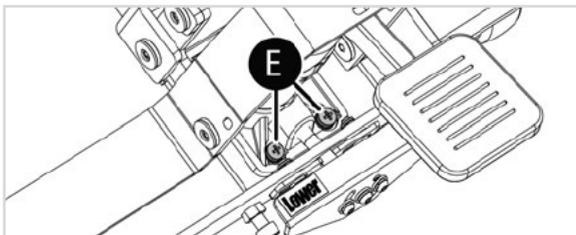

Abb. 9
Entfernen Sie die drei Schrauben der Abdeckung der Hebevorrichtung und die beiden in Abb. 9 gezeigten Montageschrauben der Hebevorrichtung (E) mit einem Kreuzschlitzschraubendreher.